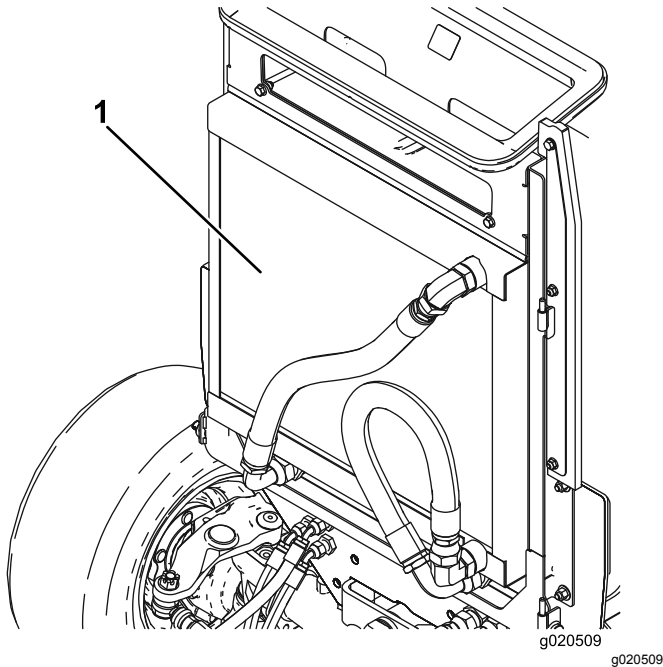

Bild 73
3. Reinigen Sie beide Seiten des Ölkühlers und des Kühlers gründlich mit Druckluft (Bild 73). Blasen Sie Rückstände von vorne nach hinten heraus. Reinigen Sie dann von hinten und blasen Sie nach vorne. Wiederholen Sie dies mehrmals, bis alle Rückstände entfernt sind.